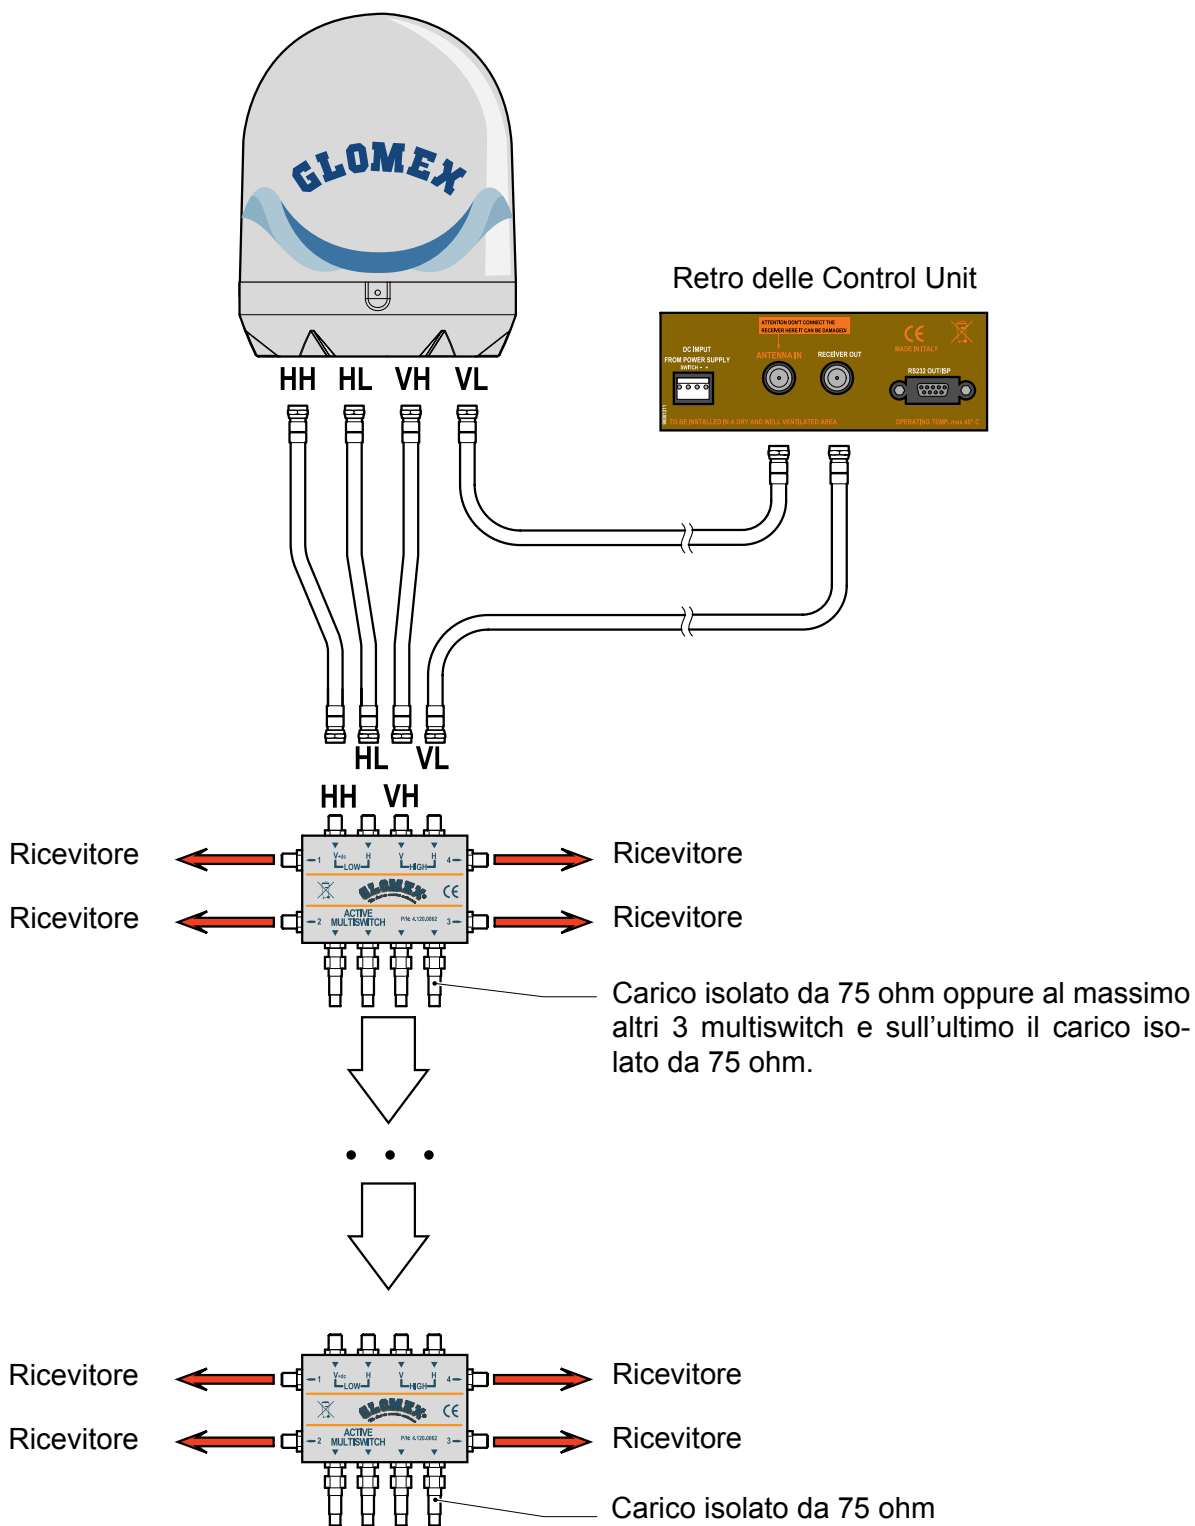

Fig. 20
6. Per il modello R9804 cablare i cavi seguendo le indicazioni di Fig. 20.